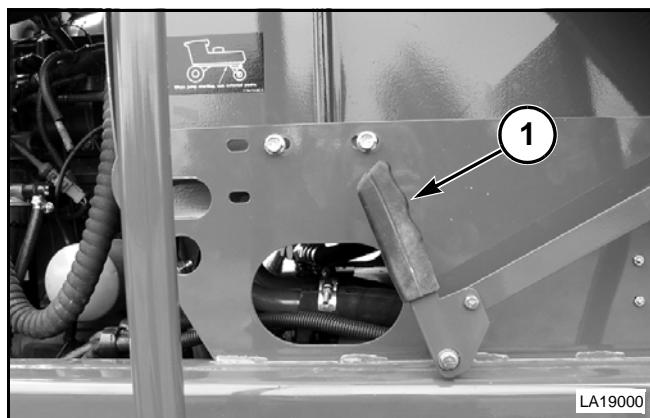

FIG. 4
**FIG. 4:** El capó del motor se puede levantar hasta la segunda posición del enganche tirando hacia abajo de la palanca de desconexión trasera (1). La palanca de desconexión trasera está ubicada encima del riel del bastidor izquierdo junto al depósito hidráulico.